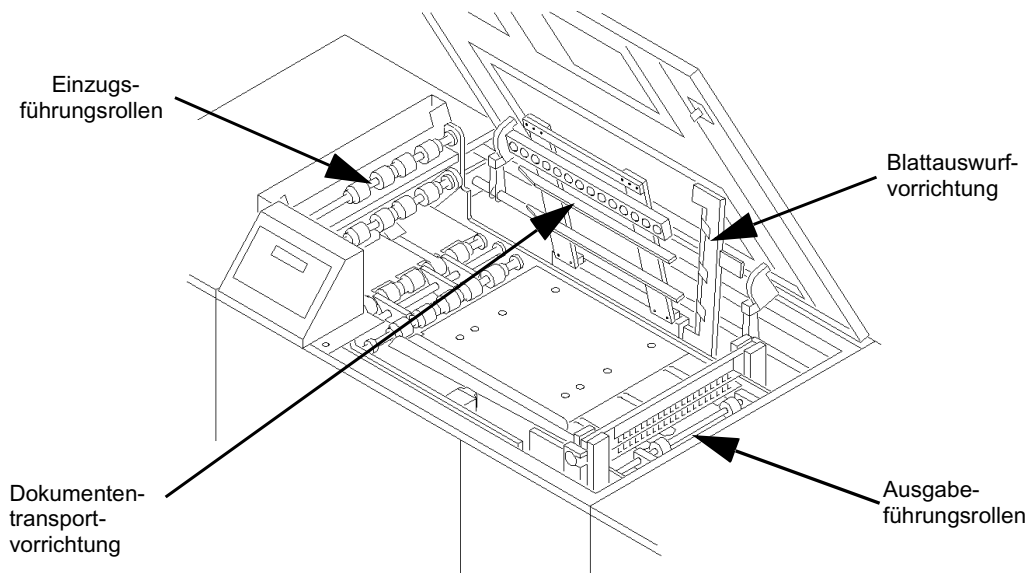

Abbildung 3-2: Die internen Komponenten des Papierweges
- 9 Klappen Sie die Einzugsführungsrollen, die Dokumententransportvorrichtung und Blattauswurfvorrichtung, wie in Abbildung 3-2 gezeigt, hoch, und beseitigen Sie dort gestautes Papier.
- 10 Nehmen Sie die Ausgabeführungsrollen, wie in Abbildung 3-2 gezeigt, heraus und beseitigen Sie jegliches Papier, das sich dort gestaut haben mag.